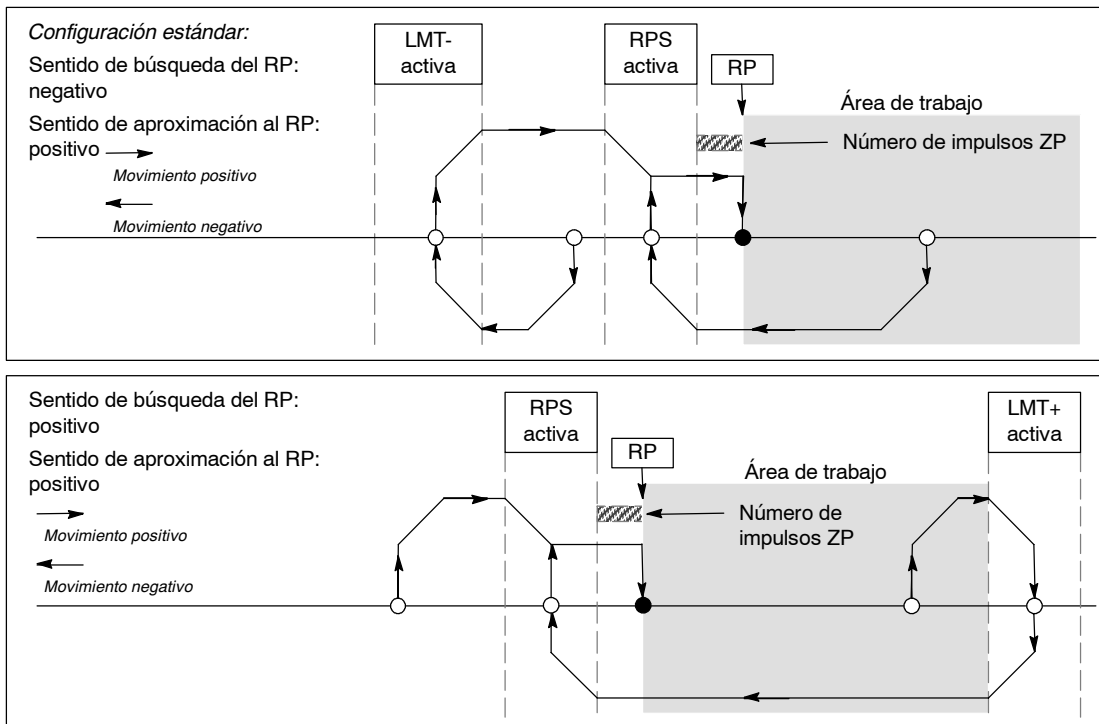

Figura 9-23 Modo 3 de búsqueda del RP
- ❑ La figura 9-23 muestra dos opciones del modo 3 de búsqueda del RP. En este modo, el RP se encuentra a un número determinado de impulsos cero (ZP) fuera del área activa de la entrada RPS.